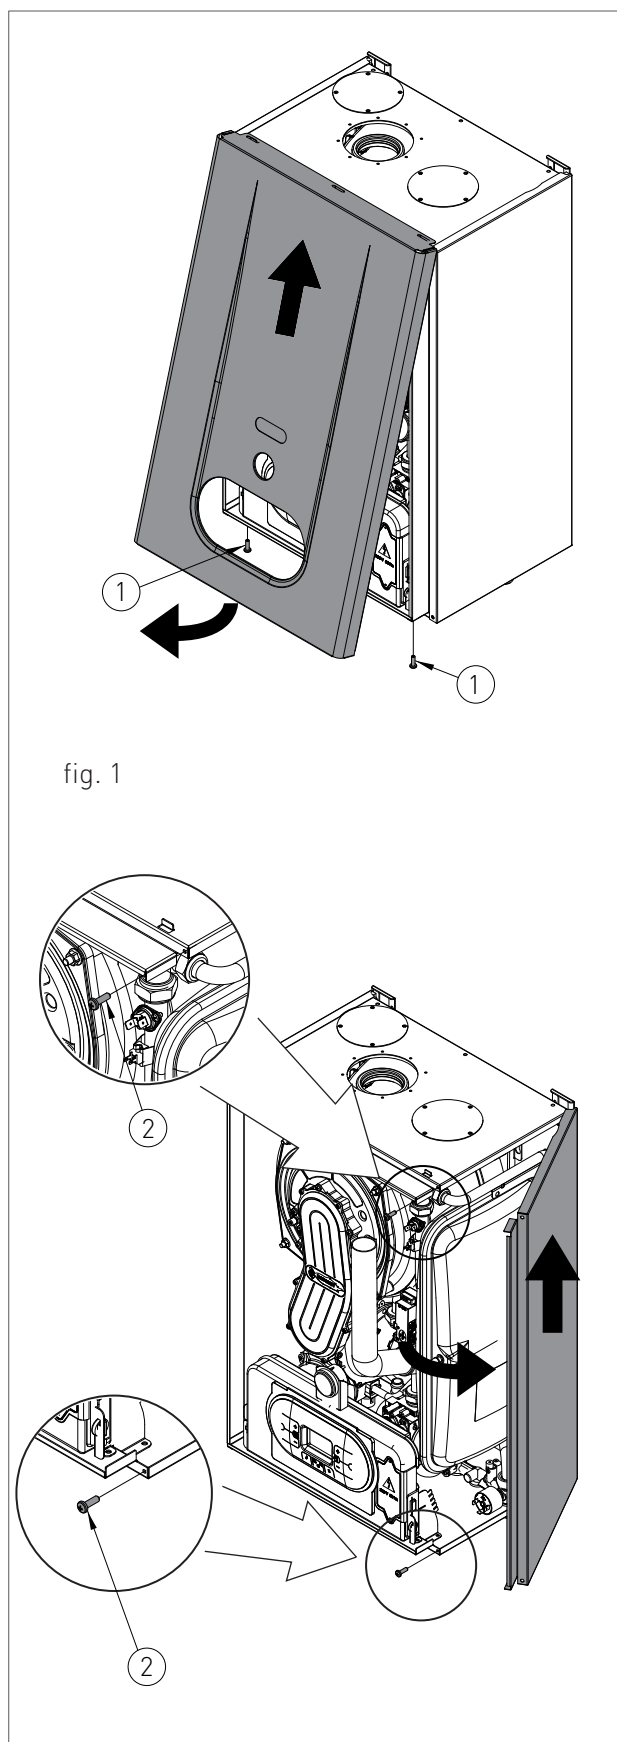

fig. 1
Nota: La posizione di funzionamento della valvola deviatrice è indicata dal colore visibile all'interno (vedi 'C' - fig. 1).
- › rimuovere le viti (1 - fig.1) di fissaggio poste nel bordo inferiore del pannello frontale;
- › afferrare il pannello frontale nella parte inferiore e, tirandolo verso se, estrarlo con movimento verso l'alto (vedi fig. 1).
- › rimuovere le viti (2 - fig.1) di fissaggio poste nel bordo frontale del pannello laterale;
- › afferrare la base del pannello e, dopo averlo spostato lateralmente, estrarlo alzandolo (vedi fig. 1).
- > Afferrare contemporaneamente le staffe di supporto del pannello comandi (fig. 1) allargandole, e rovesciare il pannello ruotandolo verso il basso;
- > svitare le quattro viti di fissaggio 1 - fig. 1;
- › ruotare il rubinetto di scarico dell'impianto 'RS' (fig. 1);